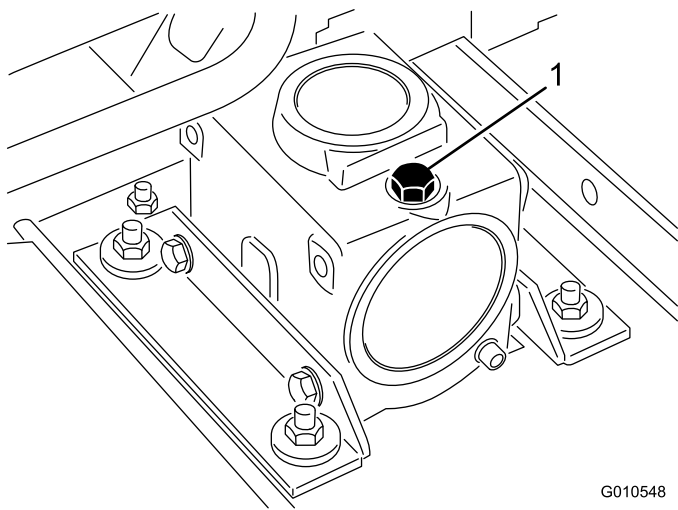

Figura 23
2. Coloque la máquina y la unidad de corte en una superficie nivelada y baje la unidad de corte. Retire la varilla/ tapón de llenado de la parte superior de la caja de engranajes (Figura 23) y asegúrese de que el lubricante está entre las marcas de la varilla. Si el nivel de lubricante es bajo, añada suficiente lubricante SAE 80-90 para que el nivel quede entre las marcas. La capacidad de la caja de engranajes es de 283 ml.